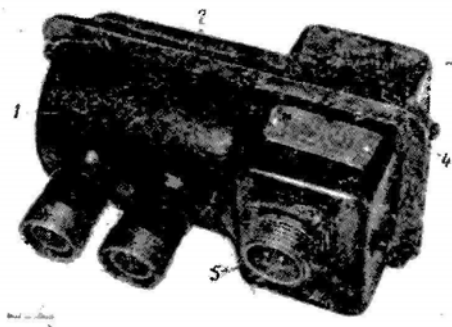

Рис. 157. Пусковая катушка КП-21:
**Конструкция катушки КП-21.** Пусковая катушка КП-21 состоит (рис. 157) из корпуса 1, крышки 3, индукционной катушки с прерывателем, конденсатора и штепсельного разъема 5.